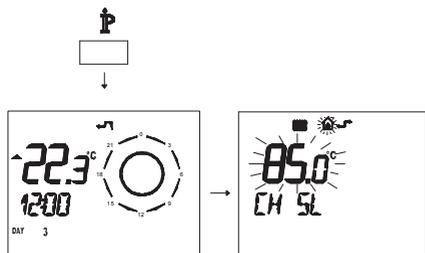

Figura 5.40
- Premere per più di 3 secondi il pulsante P para per entrare in modalità **INFO** (Figura 5.40).